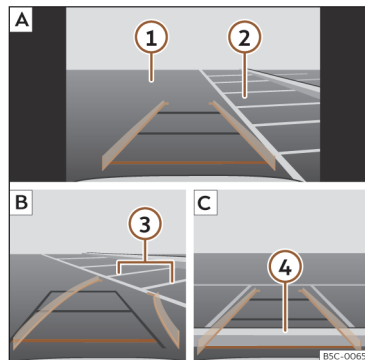

Fig. 137 Affichage sur l'écran du système d'infodivertissement : garer avec l'assistant de marche arrière.
Légende de la >>> **fig. 137** :
- Placez le véhicule en face de la place de stationnement >>> **fig. 137** ② **A**.
- Reculez en tournant le volant afin que les lignes jaunes pénètrent dans la place de stationnement. Les lignes vertes et jaunes doivent correspondre aux lignes de délimitation latérales ③ **B**.
- Arrêtez le véhicule lorsque la ligne rouge a atteint la limite arrière ④ **C**.